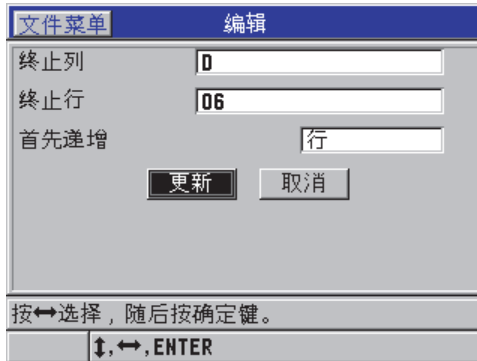

图 6-30 显示栅格编辑屏幕
3. 对于栅格类型的文件，选择**继续**，然后完成**编辑**屏幕的第二页中的操作（参见第 105 页的图 6-30）：